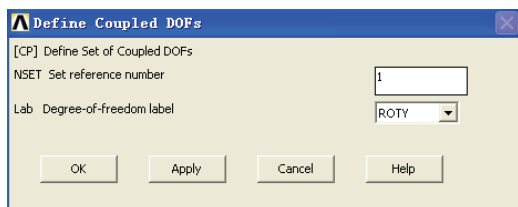

图 6-14 耦合节点位移对话框
9) 选择 Main Menu | Preprocessor | Couple/Ceqn | Couple DOFs 命令, 出现 Define Coupled DOFs 拾取菜单, 单击 Pick All 按钮, 出现 Define Coupled DOFs 对话框, 在 NSET Set reference number 输入栏中输入 1, 在 Lab Degree-of-freedom label 下拉菜单中选择 ROTY, 如图 6-14 所示, 单击 OK 按钮关闭该对话框。